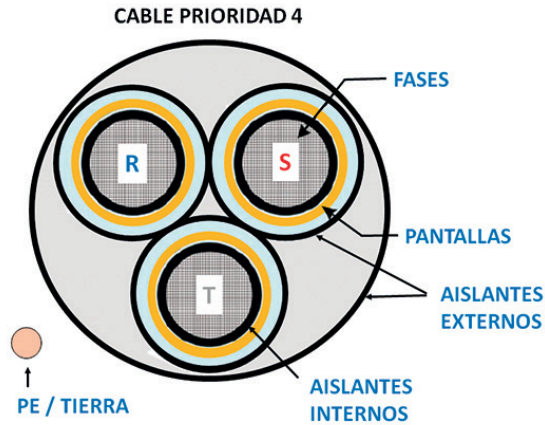

Figura 6. Prioridad 4; tres conductores individuales apantallados sin conductor de tierra.
**Cable de prioridad 4:** Este cable (Figura 6) consta de tres conductores de fase individuales apantallados colocados simétricamente. En todas las configuraciones, se requieren conductores de fase simétricos para mantener equilibradas las corrientes de fase con el objetivo de minimizar las corrientes a tierra en modo común